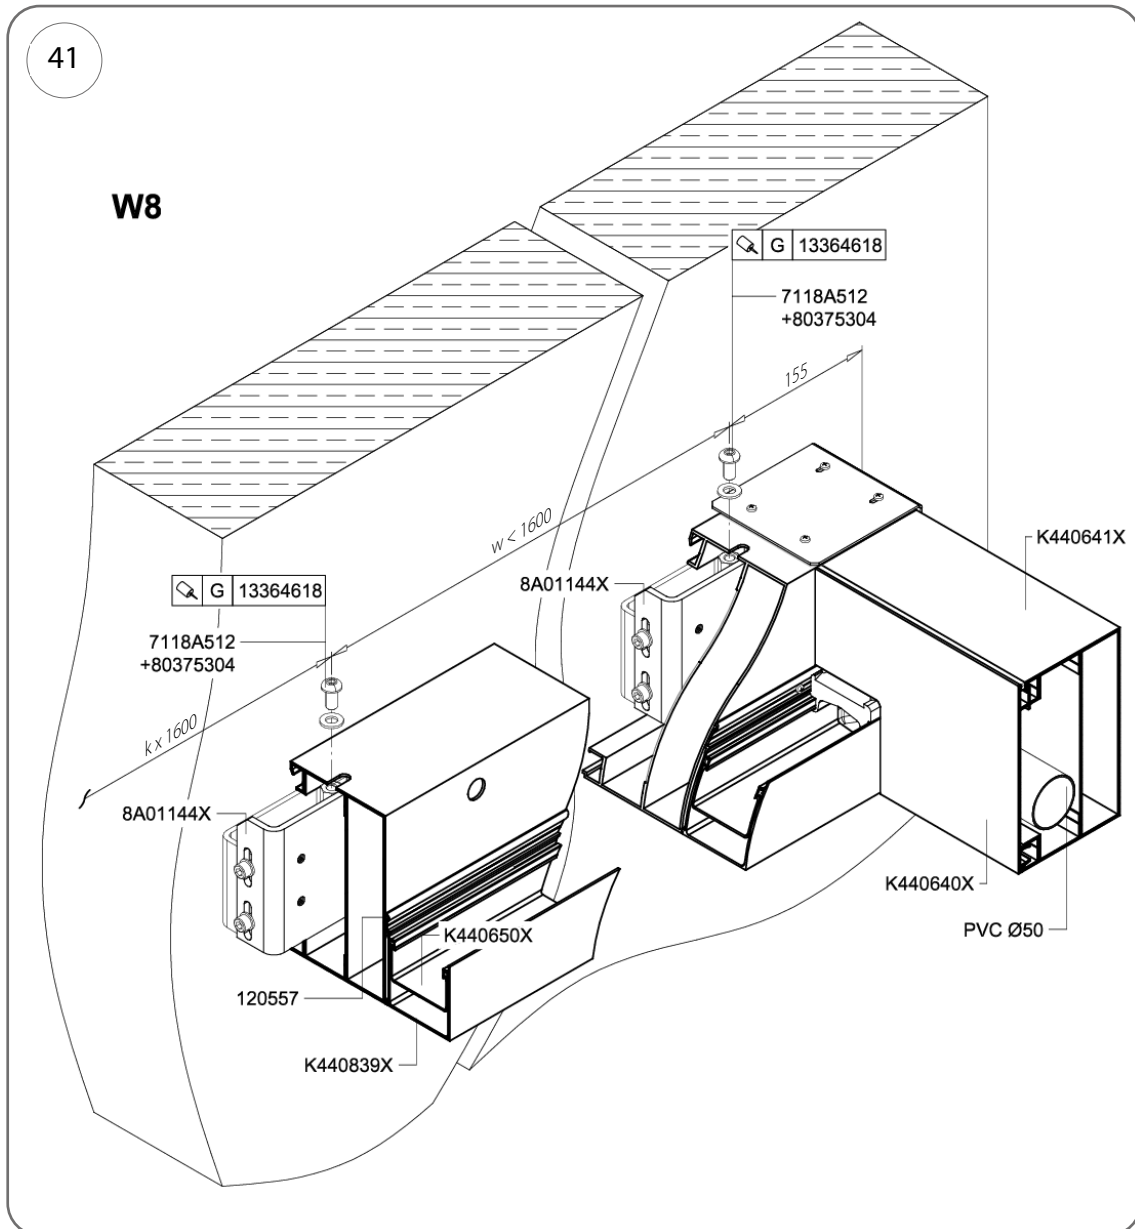

Рис. 41
2. На стіні позначте точки, що відповідають прорізним отворах, вифрезерованим у верхній поверхні настінної крокви, як показано на рис. 41; зовнішні отвори повинні знаходитися на відстані 155 мм від кінців крокв, а відстань між проміжними кронштейнами не повинна перевищувати 1600 мм.